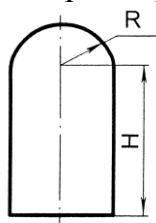

Рис. 5.6
5.10. Переріз тунелю має форму прямокутника з півколом, яке примикає до нього (рис.5.6). Площа перерізу має дорівнювати S . Якими мають бути розміри R і H , щоб периметр перерізу був найменшим?